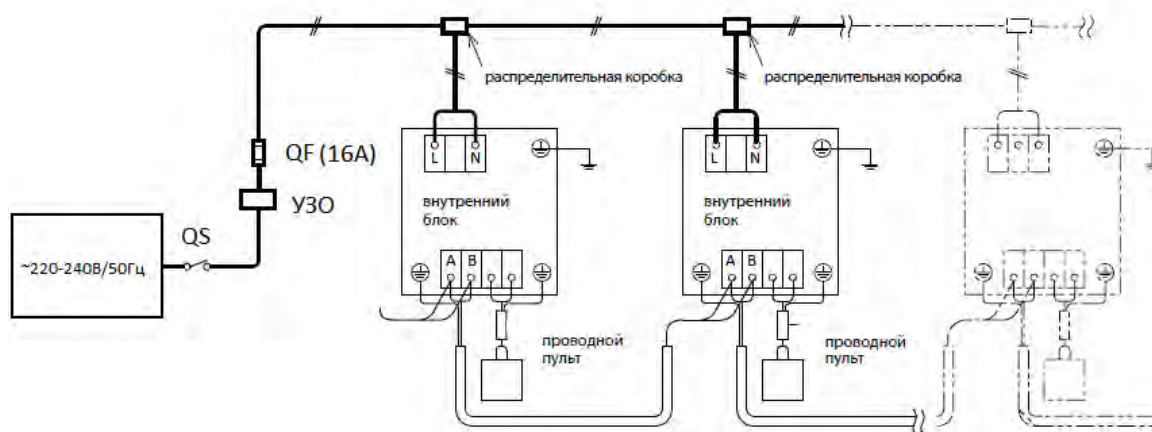

Рис.2.25
- Внутренние блоки (группа внутренних блоков) подключаются к сети электропитания через автоматический выключатель отдельно от наружного блока (рис.2.25)
- При подключении центрального контроллера WR-DM01A (CC-02) использовать шлюз-адаптер AWR-CC01A (CM-MTD/M01) (см. схему рис.2.25). Питание шлюза-адаптера AWR-CC01A (CM-MTD/M01) через блок питания ~220В/DC12V_300mA. **Блок питания приобретается Заказчиком.**